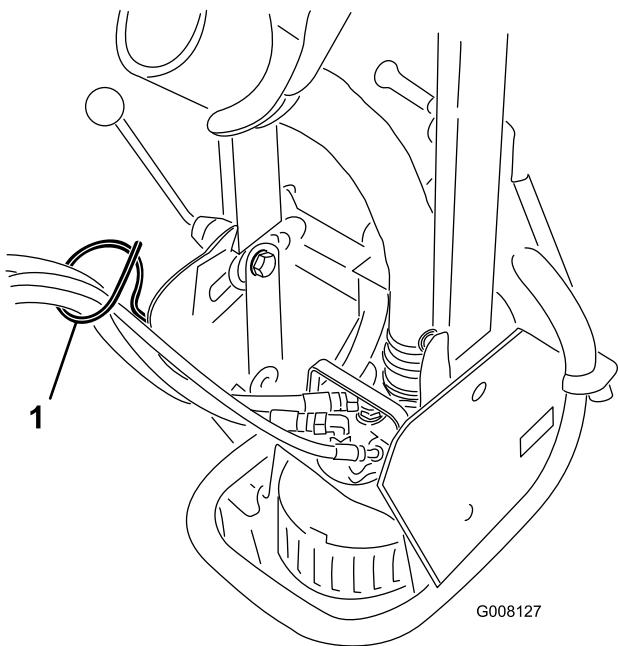

図 4
6. 油圧ホースを、サンドプロのリモート油圧装置に接続する。ホースをホース・ガイド（図 4）にセットする。油圧ホースが折れ曲がったり急角度で曲がったりしないように注意すること。